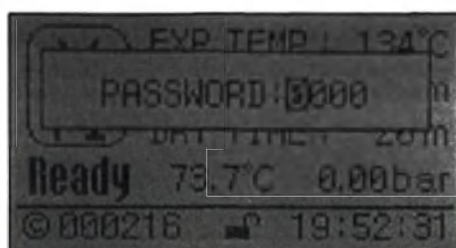

Рис. 10: Вид дисплея для ввода пароля
1. Если нажать кнопку <Change/Save>, то на ЖК-дисплей будет выведено окно ввода пароля, показанное на Рис. 10. Первый разряд пароля при этом мигает, показывая положение курсора. Ввод заданного пароля осуществляется изменением значений при помощи кнопок <△,▽>, а положение курсора изменяется кнопками <◀,▶>, после чего следует еще раз нажать кнопку <Change/Save>. При вводе правильного пароля на дисплей будет выведено окно настройки пользовательского цикла, показанное на Рис. 11, при этом начинает светиться светодиод кнопки <Change/Save>. Если введенный пароль является неправильным, дисплей вернется в состояние, соответствующее этапу готовности стерилизатора.